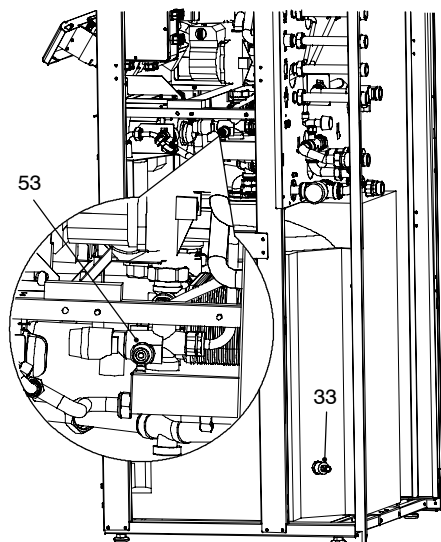

fig. 9.7
- 2 Allentare il rubinetto di svuotamento caldaia 53 in fig. 9.7
3 Allentare lo scarico d'acqua sanitaria del serbatoio dinamico 33 fig. 9.7 e scaricare l'acqua del serbatoio.